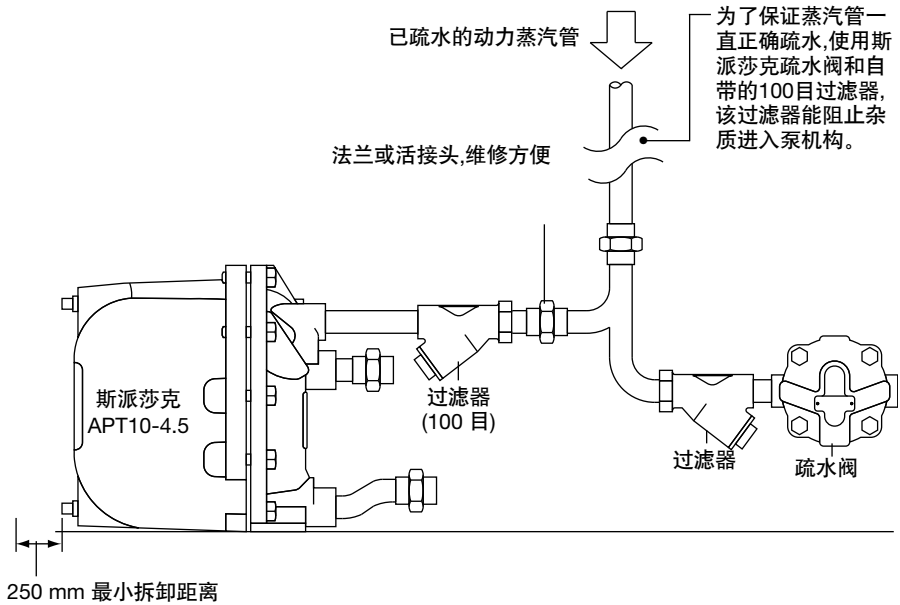
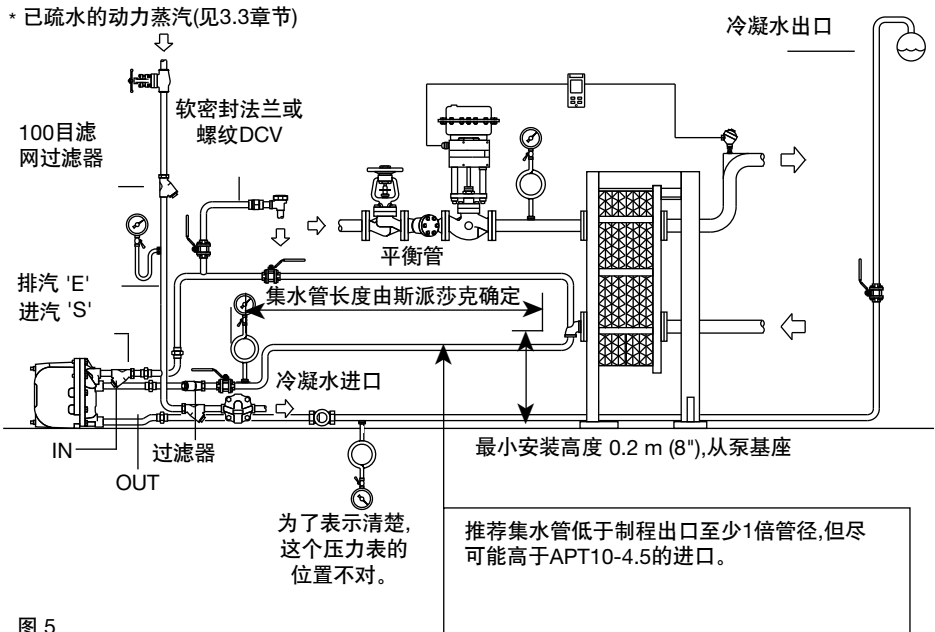

图4 动力蒸汽和排汽管的推荐连接
图 5
为防止设备积水,建议在入口管道口径选型时,要考虑泵在排水循环时产生的冷凝水量。通常管道的长度和直径能提供2.1升的冷凝水容积就足够了。建议冷凝水蓄水管的位置低于过程出口至少1倍管径但比APT10-4.5入口要尽可能的高。在APT10-4.5冷凝水入口处要安装斯派莎克Y型,孔径为0.8mm的过滤器,如图5所示。
### 3.3 接口(参考安装图4)
APT10-4.5有四个接口,标有(IN)的DN20 (3/4") 接口与设备排水口相连,标有(OUT)的DN20 (3/4") 接口与冷凝水回收管道相连。流向箭头标明了正确的流向。标有(S)的DN15 (1/2") 接口与已疏水的动力蒸汽管道相连。\* 要保证这根管道一直处于疏水状态,需要安装斯派莎克蒸汽疏水阀和100目的过滤器(见图5)。标有(E)的DN15 (1/2") 接口通过平衡管与设备的冷凝水出口相连,平衡管要尽量靠近设备的冷凝水出口,平衡管要接在冷凝水管道的顶部,见图5。
4.1 在按照图4和图5安装入口出口管道和动力蒸汽/乏汽接口后,缓慢打开动力蒸汽入口阀门对APT10-4.5供汽,确保排汽/平衡管打开且无任何限流。